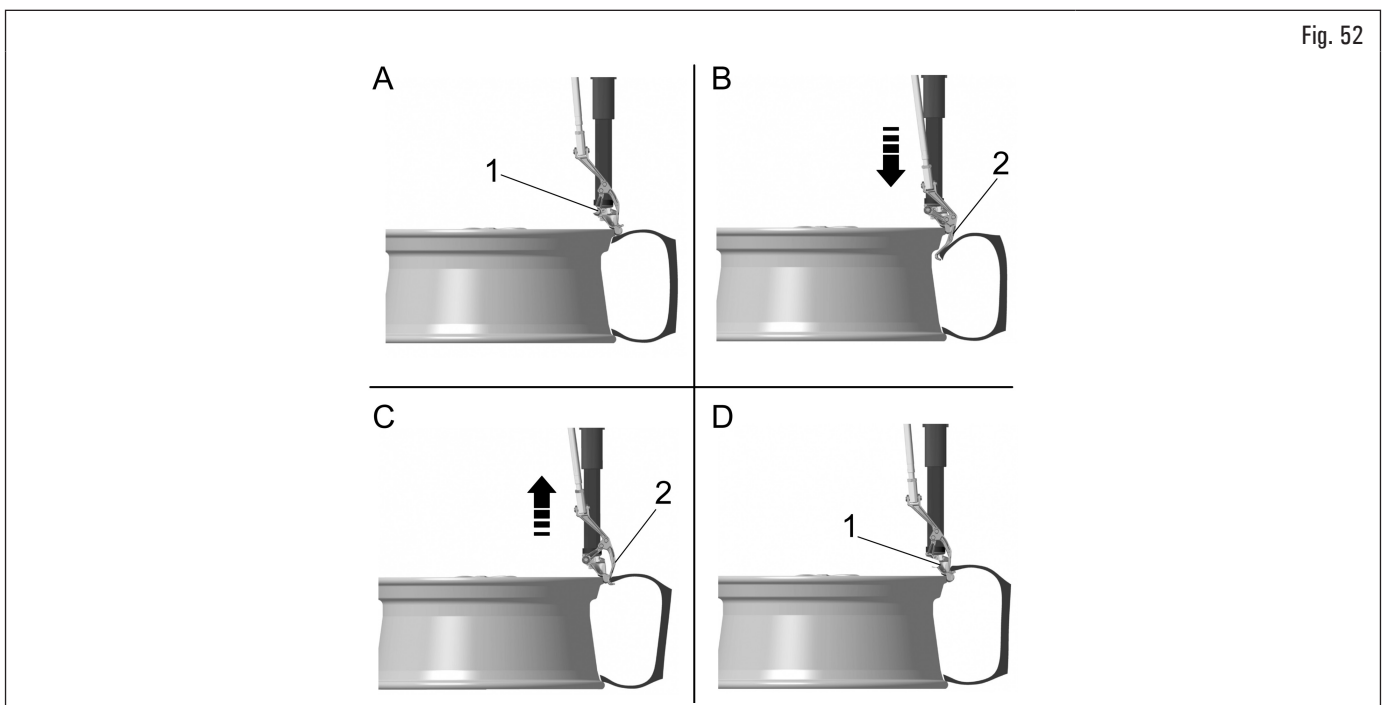

Fig. 52
9. accionando la palanca situada en el cilindro de movimiento (Fig. 6 ref. 1), el cilindro neumático acciona la bajada del gancho (parte móvil) (Fig. 52B ref. 2) que se inserta del borde de la llanta y el neumático aferrando el talón del neumático mismo. Luego, siempre invirtiendo mediante la palanca colocada en el cilindro de movimiento (Fig. 6 ref. 1), el gancho (Fig. 52C ref. 2) vuelve a subirse y con su movimiento permite al neumático de superar el borde de la llanta y de posicionarse para la operación de desmontaje en la parte fija del útil (Fig. 52 D ref. 1);